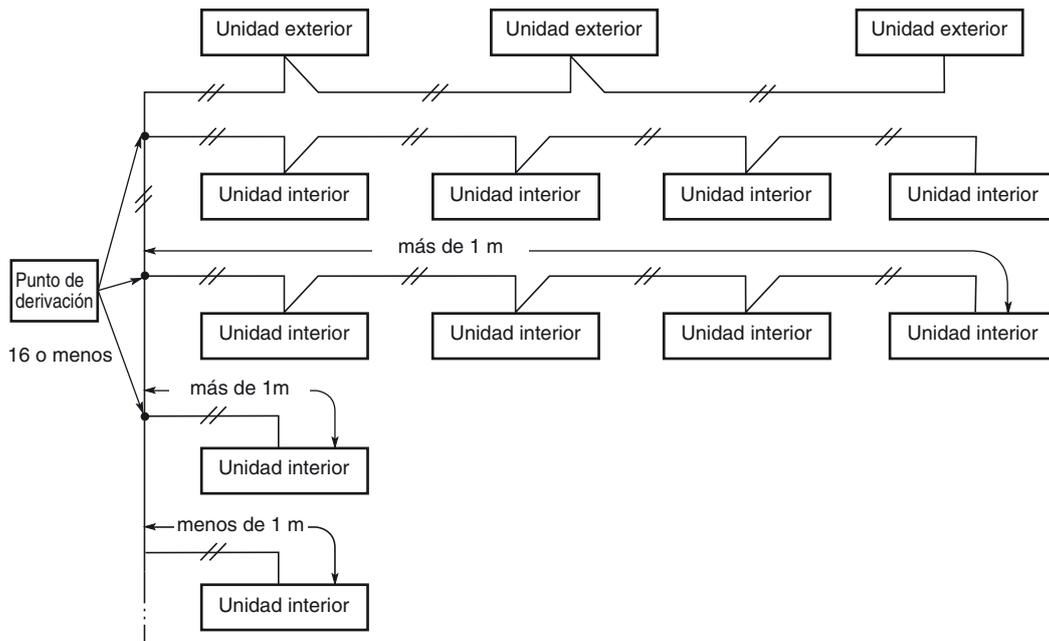

Fig. 4-5
- (4) Si efectúa la derivación de los cables de control entre unidades, el número de puntos de derivación deberá ser de 16 o menos. (Las derivaciones de menos de 1 m no se incluyen en el número total de derivaciones.) (Fig. 4-5)